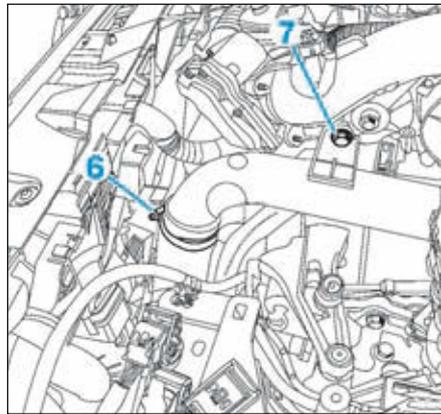

FIG.60
- Desserrer le collier (6) (Fig.60).
- la vis (7),